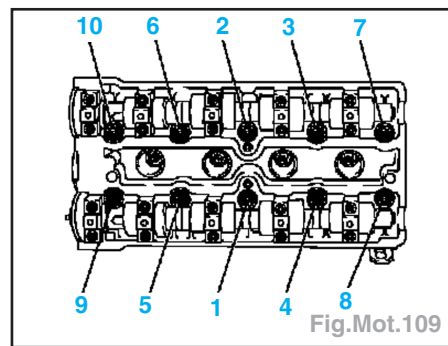

Fig.Mot.109
- soit **2,5 daN.m + 90° + 90° + 90° + 45°** (Fig.Mot.109).